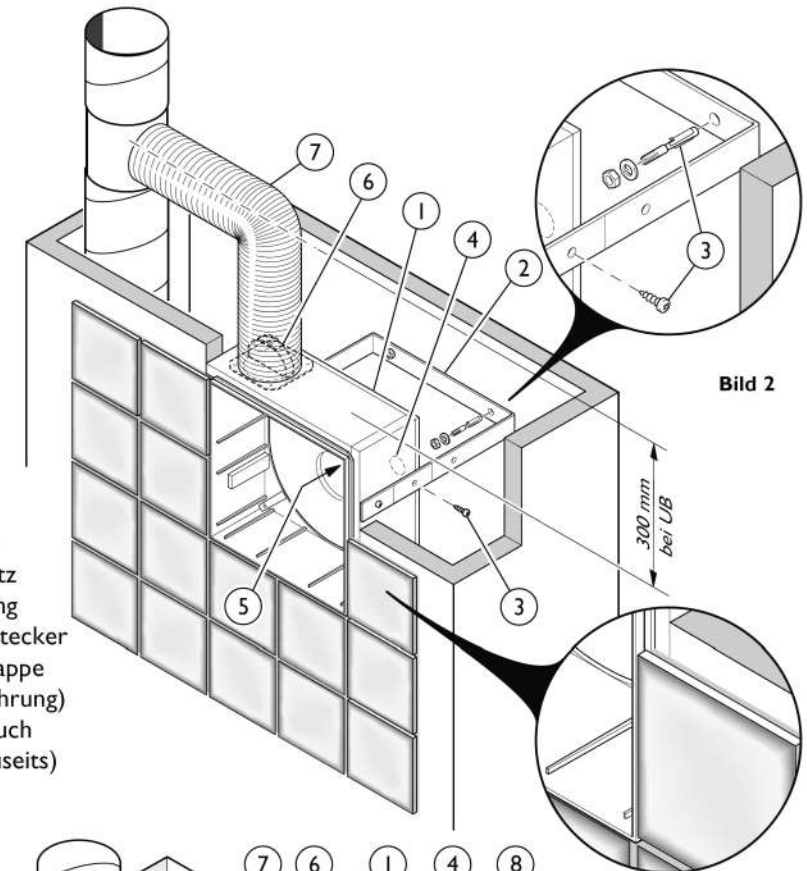

Bild 2
Einbau innerhalb von feuerwiderstandsfähigen Schächten Bild 2
Einbaulage so vorbestimmen, daß die Putzkante des Gehäuses (1) bündig mit dem späteren Putz oder den Fliesen der Vormauerung ist, siehe Detail in Bild 2.